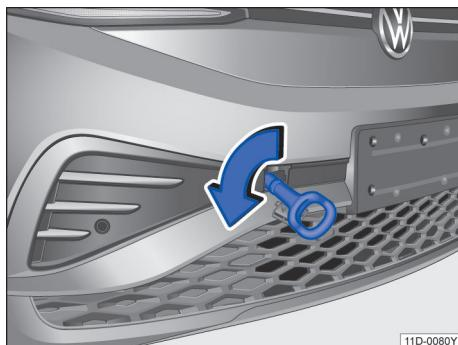

图 139 安装牵引环
- 将牵引环朝箭头方向拧入螺纹孔内，直到限位位置→图 139。